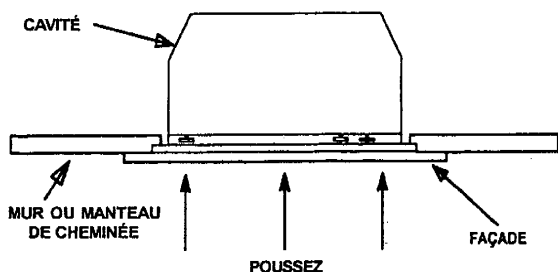

FIGURE 6
6. Placez le foyer à son emplacement définitif de sorte que la façade du foyer soit appuyée contre le mur ou le manteau de cheminée (FIGURE 6).